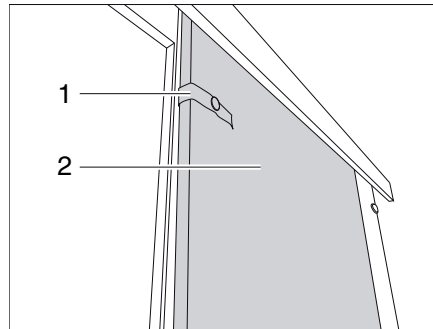

Fig. 203 Puerta corredera
- Soltar la cinta de seguridad (Fig. 203,1).
- Empujar la puerta corredera (Fig. 203,2) a la posición de cierre.
- Dirigir la puerta corredera (Fig. 203,2) a la posición de apertura.
- Fijar la puerta corredera con la cinta de seguridad (Fig. 203,1).